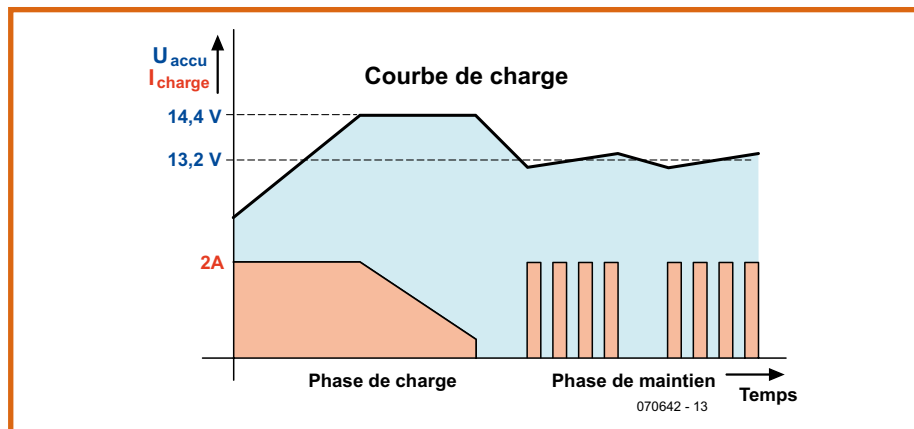

Figure 1. Courbe de charge IUoUp.
- charge et entretien de la batterie d'accumulateurs au plomb suivant une courbe de charge  $I_{U_0}U_P$  (voir **figure 1**) ;